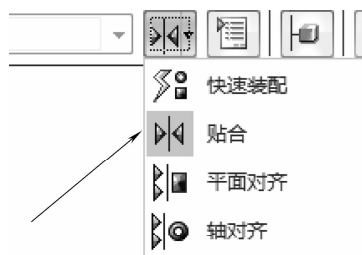

图 8-229 选择“贴合”
(7) 在【装配】的下拉箭头中选择【贴合】按钮，如图 8-229 所示。